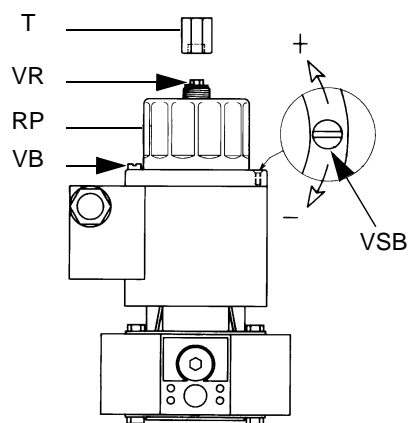

Fig. 16
- Per regolare la portata del gas svitare la vite VB (Fig. 16) e ruotare il regolatore RP a seconda delle necessità. Avvitando la portata diminuisce, svitando aumenta.